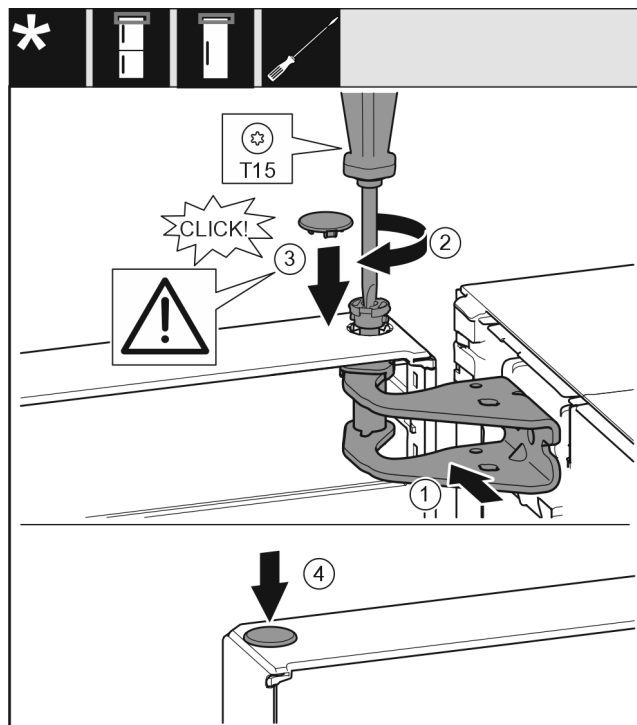

Fig. 24
- Vrata zgoraj poravnajte z odprtino v ležajnem podstavku Fig. 24 (1).
- Vstavite sornik Fig. 24 (2) in ga zategnite z izvijačem.
- Vstavite pokrov Fig. 24 (3).
- Preverite, ali pokrov Fig. 24 (3) pravilno leži na vratih.
- Vstavite pokrov Fig. 24 (4).